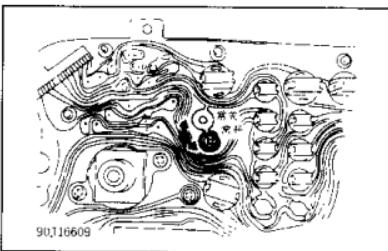

图 1 复位氧传感器警报灯 (联邦 MPV)
3) 在联邦 MPV 型汽车上，维护后为了复位检查发动机灯，在仪表板背后标有字母 NC（常闭）NO（常开）的复位孔（见图 1）。从标有字母的复位孔上拆下螺钉，并把它安在另一个复位孔内。每行驶 80000 英里后，改变螺钉的位置。